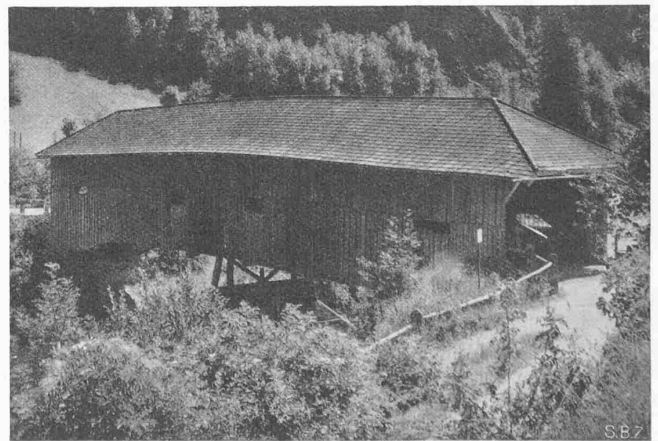

Abb. 4. Alte Holzbrücke mit wagrechter Eternitschieferdeckung 30/60
**Die Eternitschiefer.** Es ist schon erwähnt worden, dass auf der Pappmaschine ein grosser Teil des Wasserüberschusses entfernt wird. Bei den Schiefern geht man noch einen Schritt weiter; sie werden in hydraulischen Pressen einem Druck von 400 at ausgesetzt und dabei noch weiter entwässert. Die Eternitschiefer sind deshalb unsere Erzeugnisse mit den höchsten Festigkeiten, das beste was wir in bezug auf Unempfindlichkeit gegen Witterungseinflüsse zu liefern imstande sind. Seit etwa fünf Jahren ist auch das Problem der Färbung gelöst, indem die Farben mit Silikat vermischt im elektrischen Ofen wie ein Emailüberzug eingebrannt werden. Die alte Holzbrücke in Sils im Domleschg (Abb. 4) ist ein Beispiel dafür wie das leichte Gewicht der Eternitschiefer ausgenutzt werden kann. In der Tat besteht das einfachste Mittel, eine alte Holzbrücke zu verstärken und den modernen grösseren Lasten anzupassen darin, das Ziegeldach durch die viel leichtere Eterniteindeckung zu ersetzen. Das Eigengewicht der Brücke wird immerhin um 70 bis 100 kg/m2 verkleinert und damit die Reserve des Hauptträgers für Verkehrslasten vergrössert. Eine ganze Reihe Holzbrücken im St. Gallischen Rheintal haben aus diesem Grunde Eternit-Bedachung erhalten. Zudem passt diese sehr gut zur Holzkonstruktion und ist feuersicher. Jeder einzelne Schiefer ist auf seiner Unterlage befestigt in einer Weise, die die völlige Sturmsicherheit dieser Dächer gewährleistet.